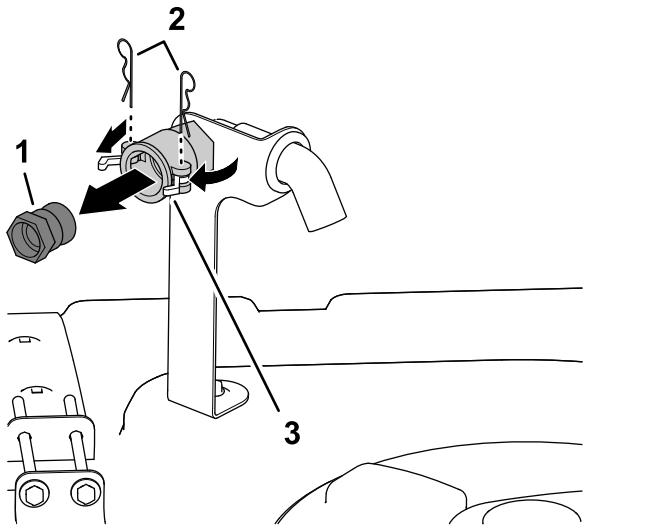

Figura 3
1. En el lado delantero derecho de la tapa del depósito, retire las 2 chavetas que sujetan los cierres del acoplamiento rápido del dispositivo de llenado antisifónico (Figura 3).
2. Gire los clips para liberar el acoplamiento rápido macho del acoplamiento rápido hembra (Figura 3).
3. Retire el acoplamiento rápido macho del acoplamiento rápido hembra (Figura 3).
4. Cierre los clips y coloque las chavetas en las bridales del acoplamiento rápido hembra (Figura 3).